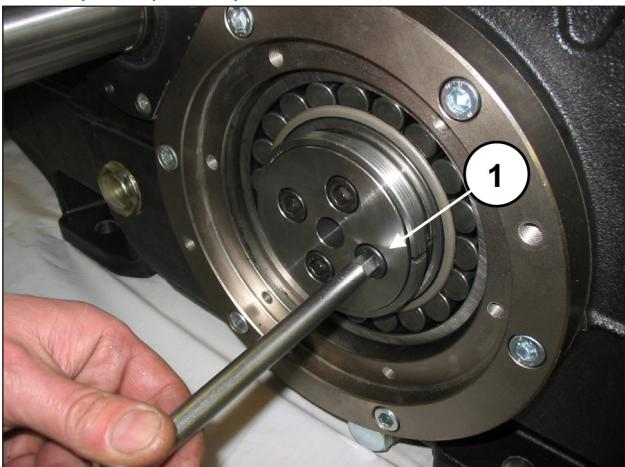

Рис. 13
Открутите и выньте с обеих стороны винты крепления фланца, который фиксирует втулку (поз. ①, Рис. 13).